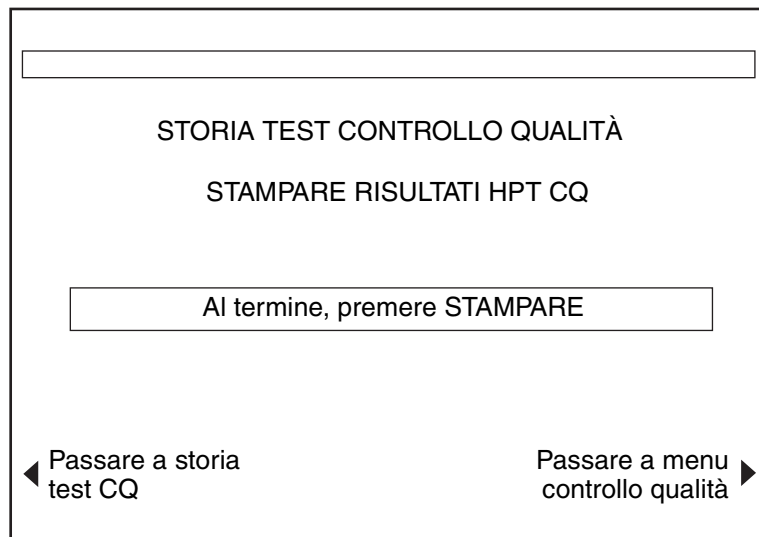

Figura 7-17. Schermata Stampare storia test controllo qualità (1)
- b. Se viene selezionato [**Ordina per Risultati HPT**], [**Ordina per Risultati ACT**], [**Ordina per Risultati HEPtrac**], [**Ordina per HDR**], [**Trasmetti tutti i risultati CQ**], [**Trasmetti non emessi**], [**Stampare tutti i ris. CQ**] o [**Stampa non emessi**], viene visualizzata la prima delle due schermate STAMPARE STORIA TEST CONTROLLO QUALITÀ. Fare riferimento alla Figura 7-17 e passare al punto 5.
5. Il testo visualizzato sulla prima schermata STAMPARE STORIA TEST CONTROLLO QUALITÀ viene determinato dal tasto funzione premuto al punto 2 di cui sopra. La Figura 7-17 raffigura la prima schermata di stampa "Stampare risultati HPT CQ" nel caso in cui sia stato premuto il tasto funzione [**Ordina per risultati HPT**]. Le altre categorie di storia test controllo qualità selezionate al punto 2 presentano titoli di schermate simili per identificare le informazioni del test per la stampa.